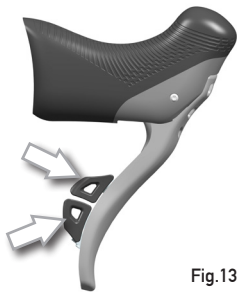

Fig.13
Se as alavancas tiverem sido personalizadas, mova a alavanca que desempenha esta função (Fig.13).
- Se as alavancas tiverem sido personalizadas, mova a alavanca que desempenha esta função (Fig.13).